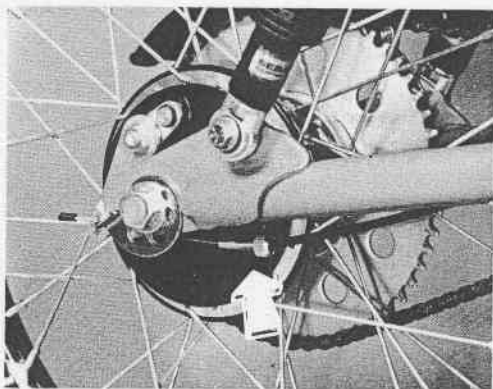

Fig. 27 - Moyeu de la roue arrière
- Desserrer le tendeur du câble du frein (Fig. 27) de façon à donner un certain jeu au câble, pousser le levier du frein vers l'avant et désenfiler la transmission.